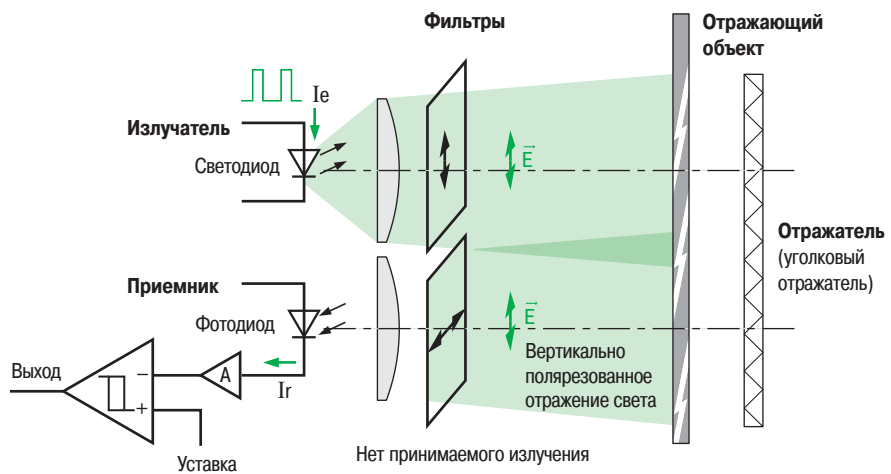

Рис. 18: Система поляризованного отражения: необнаружение отражающего материала
■ В отличие от отражателя, отражающий объект (зеркало, лист металла, окно) не изменяет состояние поляризации света. Поэтому свет, отражаемый объектом, не может достичь приемника (см. Рис. 18 на следующей странице).